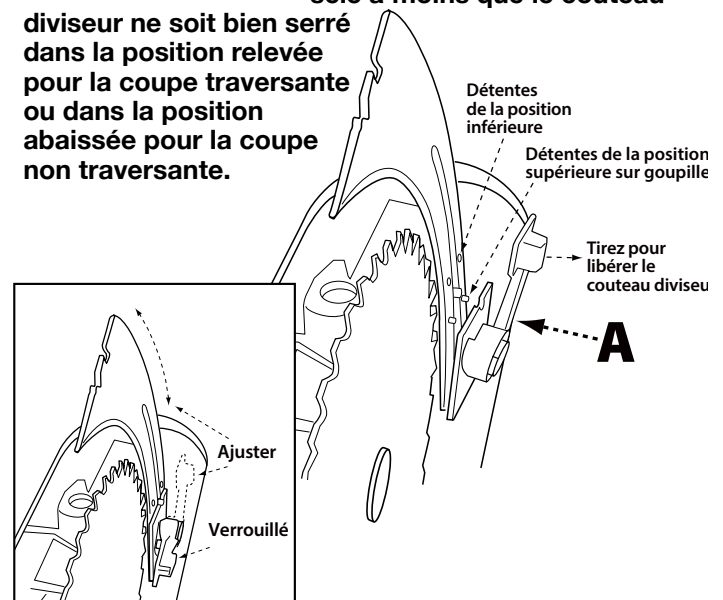

FIGURE 19
3. Tirez le levier de dégagement du couteau diviseur (A) vers le haut pour libérer le couteau diviseur du mécanisme de serrage. Voir Figure 19.